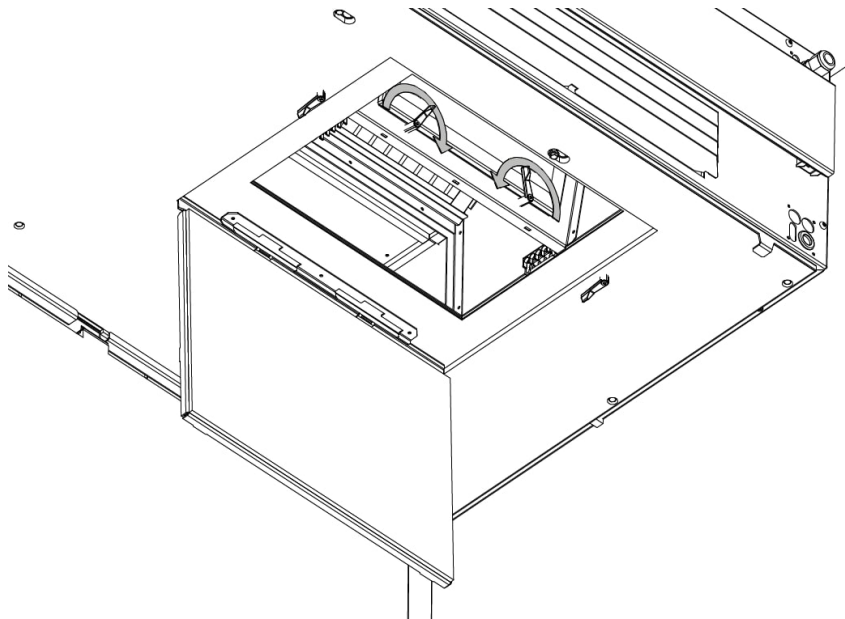

Figur 8: Åbning af bundplade
1. Åbn bundpladen i anlæggets højre side. Brug den medfølgende nøgle til bundpladen. Se Figur 8 nedenfor.